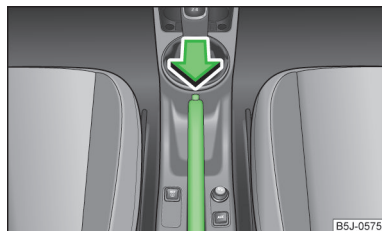

Fig. 103
- Levante un poco la palanca del freno de mano y pulse **a la vez** el botón de bloqueo » fig. 103.